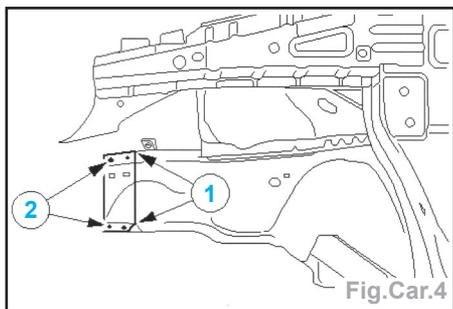

Fig.Car.4
- Découper le longeron extérieur (1) et fraiser les points de soudure (2) (Fig.Car.4).